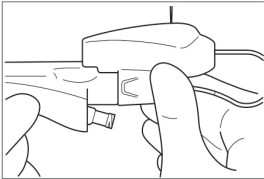
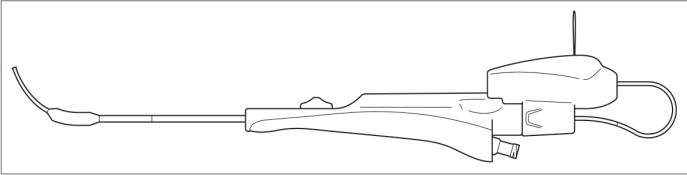

图 3
图 4
- 将 LED Light Fiber 外壳连接至 XprESS 装置的宝塔接头（图 3）。将光纤的远端与 XprESS 的远端对齐（图 4）。